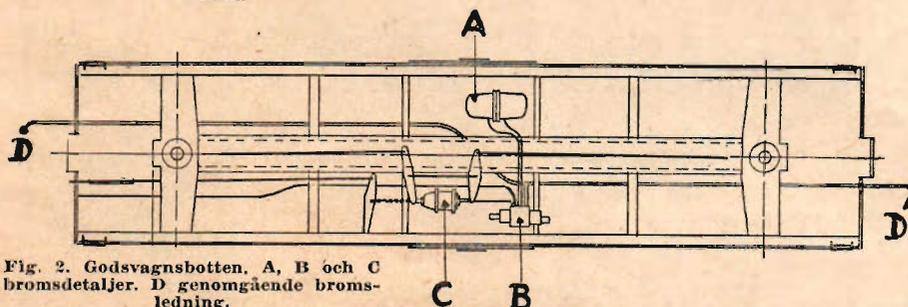

Fig. 2. Godsvagnsbotten. A, B och C bromsdetaljer. D genomgående bromsledning.
När båda kopplen anbringats på detta sätt lägger vi vagnskorgen åt sidan och ägnar oss åt botten. För en standardats behöver vi inte göra något vidare åt den. Ska vi däremot göra en verklig lyxvagn kastar vi ett öga på fig. 2. A, B och C är på denna figur bromsdetaljer, som kan erhållas mot en extra avveift. Hål för dessa detaljer, som är försedda med fästpinnar, bör göras i vagnsbotten med ett borr. Vidare finns genomgående bromsslang utritad (D). De olika bromsledningarna är också angivna för dem som vill ha dem. De tre hävstångerna mitt på vagnsbotten görs av kartong och limmas fast. Bromsslangen är lämpligen 0,25 mm mässingstråd (glödgdad). Övriga ledningar av tunnare tråd. Observera att detaljen A ska befinna sig på samma sida av vagnen som dess "B"-ända.